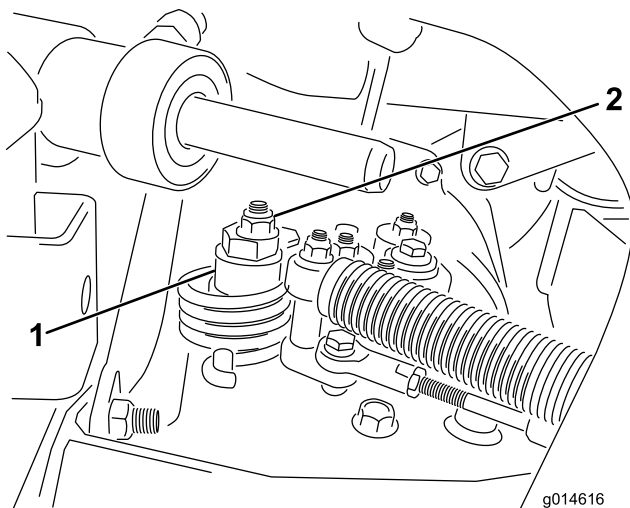

Bild 48
- A. Lösen Sie die Mutter, mit der der Exzenter oben am Hydrostat befestigt ist (Bild 48).
- C. Drehen Sie den Exzenter, bis kein Kriechen in jeder Richtung auftritt. Ziehen Sie die Schraube fest, wenn sich das Rad nicht mehr dreht, um den Exzenter und die Einstellung zu arretieren (Bild 48). Überprüfen Sie die Einstellung mit dem Gasbedienungshebel auf „Langsam“ und auf „Schnell“.